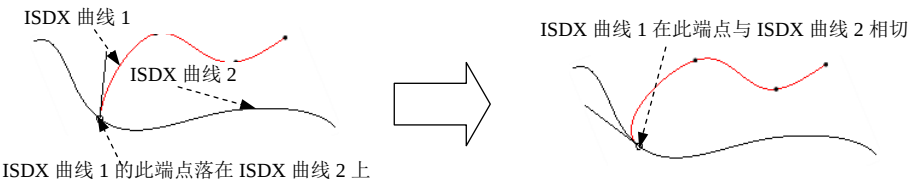

图 10.3.27 相切 (Tangent)
- **(Tangent)**: 如图 10.3.27 所示, 如果 ISDX 曲线 1 的端点落在 ISDX 曲线 2 上, 则对 ISDX 曲线 1 进行编辑时, 可在其端点设置 “相切” (Tangent), 完成操作后, 曲线 1 在其端点处与曲线 2 相切。